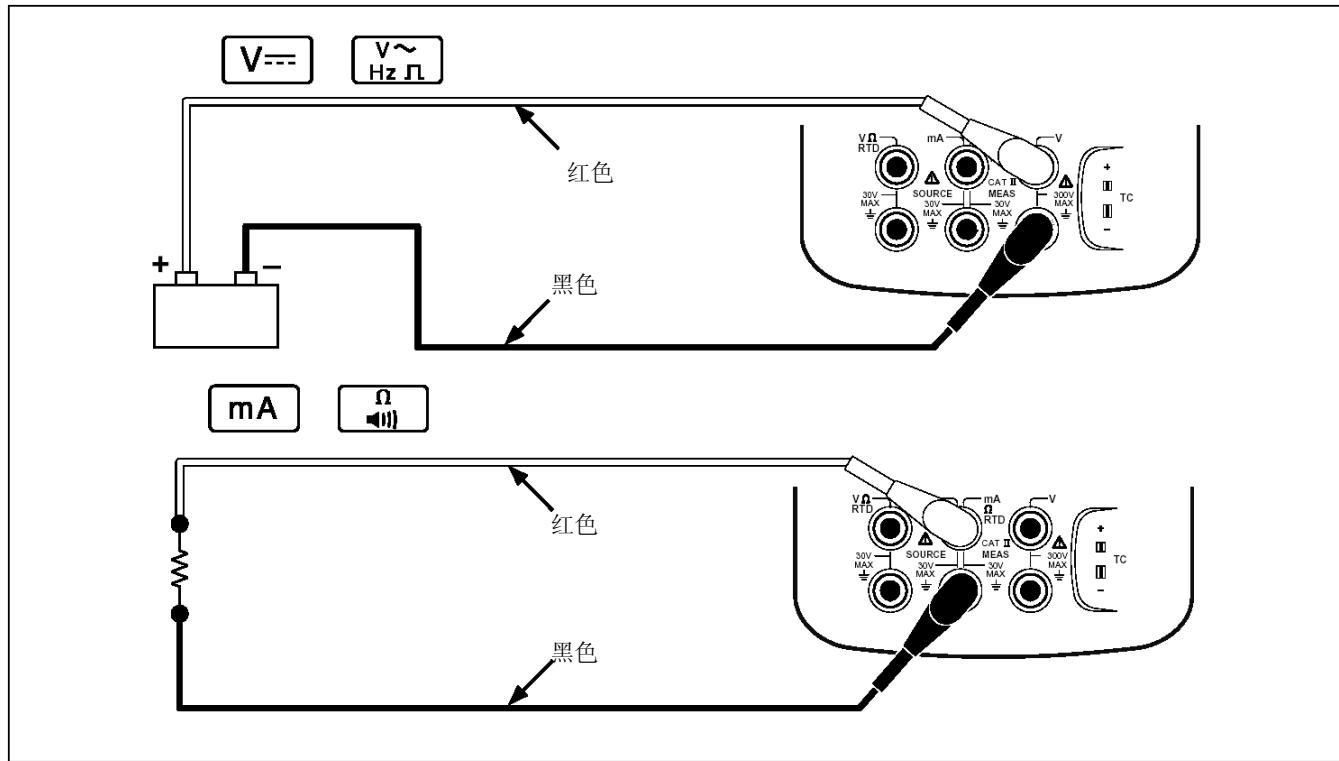

图 10 电气测量连接
开启校准器时，首先进入直流电压测量功能。图 10 显示了电气测量连接。要在 SOURCE（输出）或 MEASURE/SOURCE（测量/输出）模式下选择一个电气测量功能，首先按  进入 MEASURE 模式，然后操作如下：
2. 如图 10 所示根据测量功能连接测试线。
4. 如图 10 所示，将校准器连接到被测试电路。